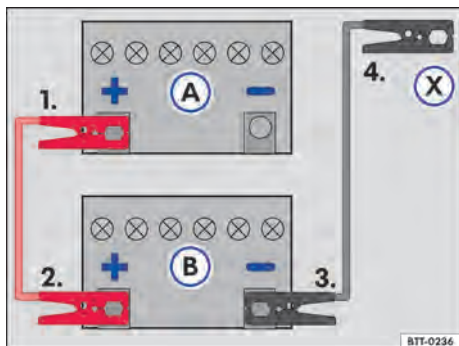

Fig. 180 Esquema para a conexão dos cabos auxiliares de partida: bateria do veículo descarregada (A) e bateria do veículo fornecedora de corrente (B).
Legenda para → Fig. 180:
Conectar o cabo auxiliar de partida somente na sequência 1 – 2 – 3 – 4 → Fig. 180.
- Conectar uma extremidade do cabo auxiliar de partida *vermelho* ao polo positivo (+) do veículo com a bateria do veículo descarregada → Fig. 180 ① → ▲.
- Conectar a outra extremidade do cabo auxiliar de partida *vermelho* ao polo positivo (+) do veículo fornecedor de corrente ②.
- Conectar uma extremidade do cabo auxiliar de partida *preto* ao polo negativo da bateria do veículo fornecedor de corrente ③.
- Conectar a outra extremidade do cabo auxiliar de partida *preto* (X) no veículo com a bateria descarregada no ponto de auxílio à partida (ponto de aterramento) ou em uma peça de metal parafusada firmemente no bloco do motor – porém não nas proximidades da bateria ④ → ▲.